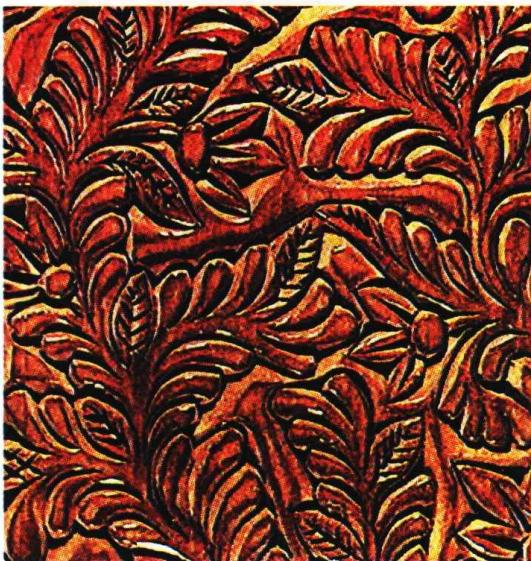

Рис. 48. Образцы абрамцево-кудринской резьбы
*Рельефную резьбу* условно разделяют на плоскорельефную и кудринскую, или абрамцево-кудринскую (рис. 48). Основателем кудринской резьбы является российский мастер-резчик В. Ворносков, открывший в 1906 г. школу-мастерскую по обучению резьбе по дереву.